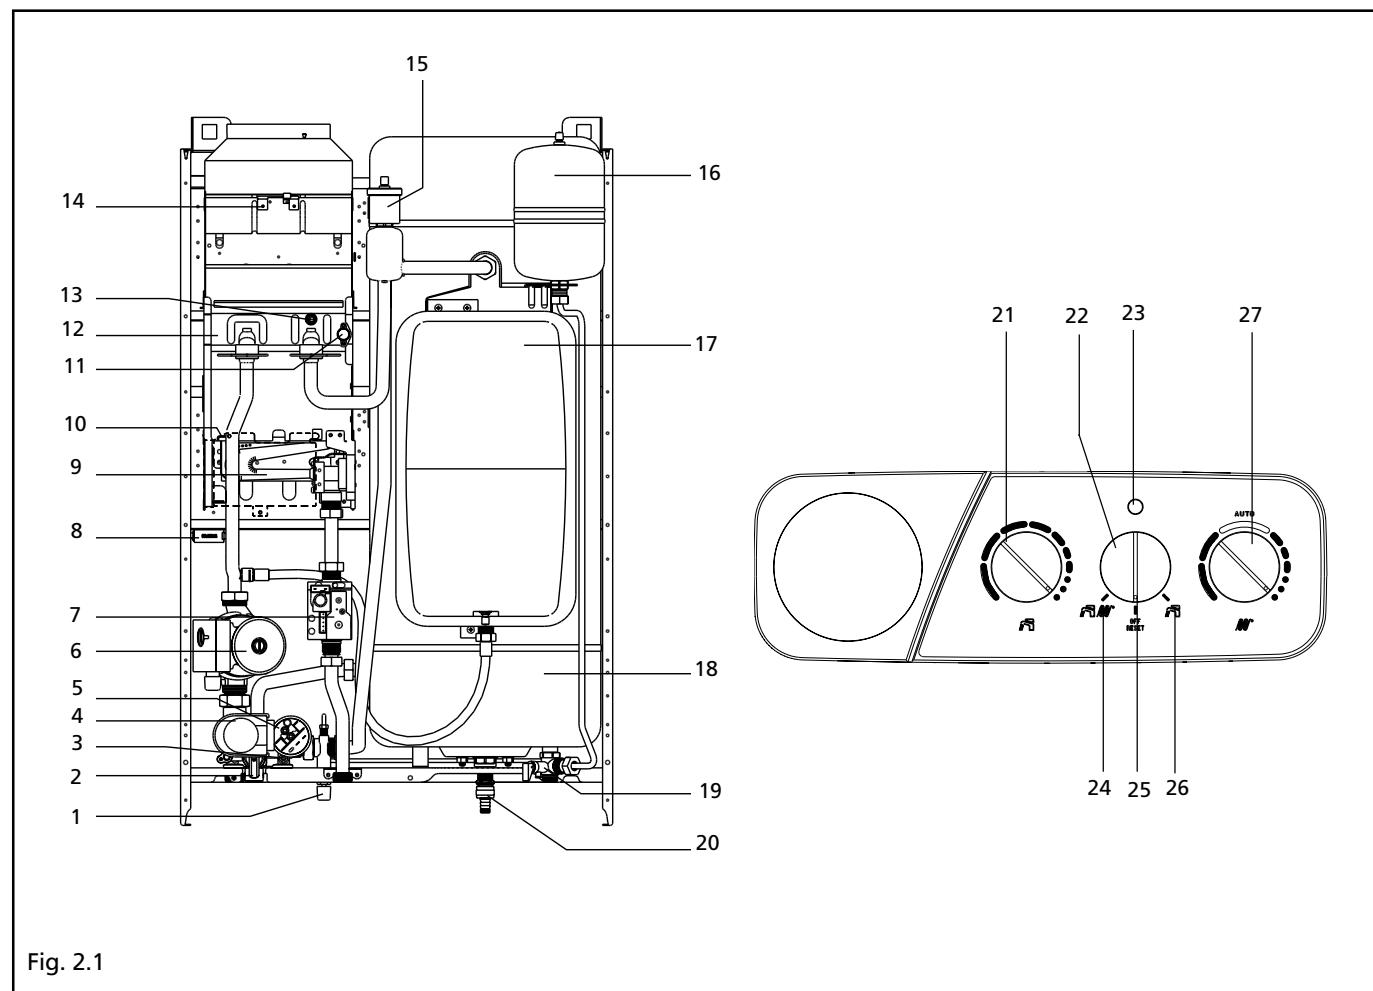

Fig. 2.1
A caldeira é provista de um sistema de controlo da correcta eliminação dos produtos da combustão – termóstato fumos (14) (fig. 2.1) – que, em caso de anomalia, interrompe tempestivamente o funcionamento do aparelho.